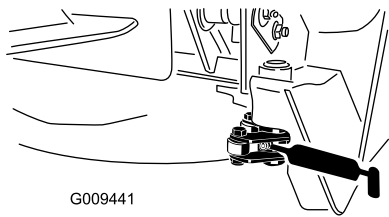

Figure 41
Pivot de verrou (2) (Figure 41)